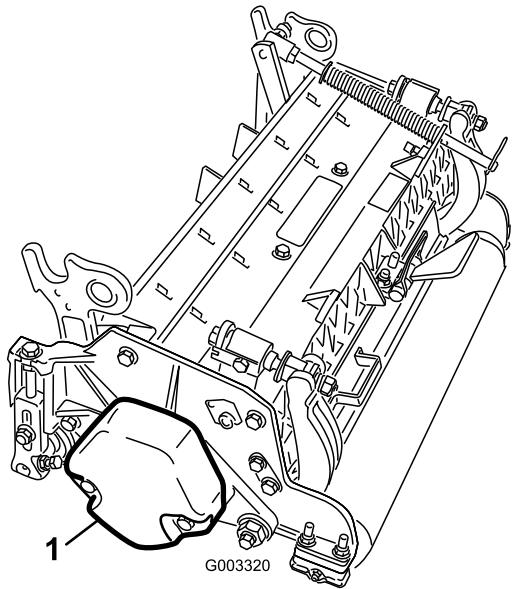

Bild 4
3. Stellen Sie sicher, dass das Gegengewicht (Bild 4) am richtigen Ende des Mähwerks montiert ist, wie in der *Bedienungsanleitung* des Mähwerks beschrieben.